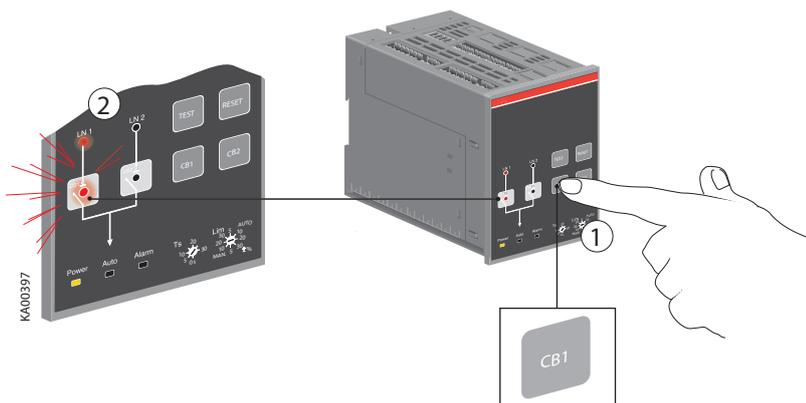

Рисунок 4.2 Выбрав рабочую линию, состояние выключателя и выбранной линии отображается с помощью светодиодов блока ATS021
- b. Затем нажмите кнопку СВ1 (смотри рисунок 4.2/ ①), автоматический выключатель СВ1 будет включён (состояние и индикация линии смотри на рисунке. 4.2/ ②) и автоматический выключатель СВ2 будет в выключен. Пока автоматический выключатель СВ1 включён, горит светодиод СВ1(смотри рисунок 4.2). При переключении светодиод СВ1 мигает раз в полсекунды. Если выключатель СВ1 включён, то нажатие на кнопку СВ1 отключит его.